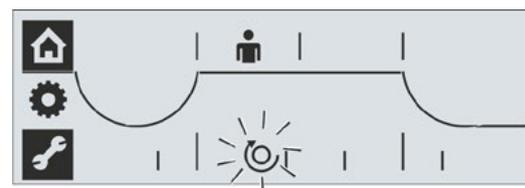

Рис. 3: Меню конечных положений активно, направление закрытия – правое вращение
3. Выберите направление закрытия: поверните кнопку Drive Controller. На дисплее меняется направление закрытия – в показанном примере с левого вращения на правое вращение (рис. 3).